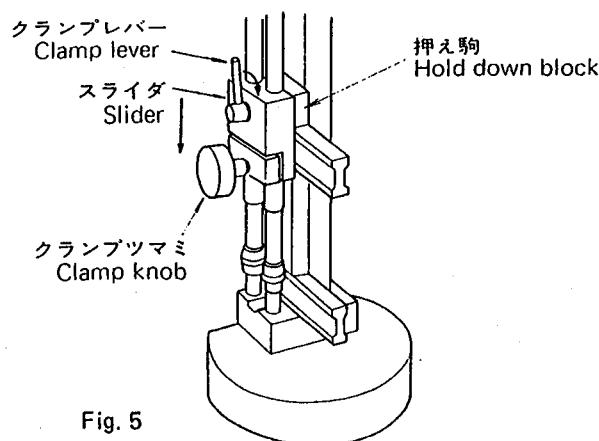

Fig. 5
(5) スライダのクランプレバーを上向きにしてゆるめ、そのままの状態、スライダの押え駒が平行ジョウに当たるまでおろします(Fig.5)。
(5) Loosen the clamp lever by turning it upward, then gently slide down the slider until its hold down block gently seats on the upper parallel jaw. (See Fig. 5)
(6) クランプツマミを締め、スタンドの支柱にスライダを固定します。次に、クランプレバー(偏心カム機構)を時計方向に回し、ゲージブロックと平行ジョウとを完全に固定します(Fig.5)。
(6) Fasten the slider to the column of the stand by tightening up the clamp knob. Then turn the clamp lever (connected to an eccentric cam mechanism) clockwise in order to securely fasten the gauge blocks and the parallel jaws in place. (See Fig. 5)